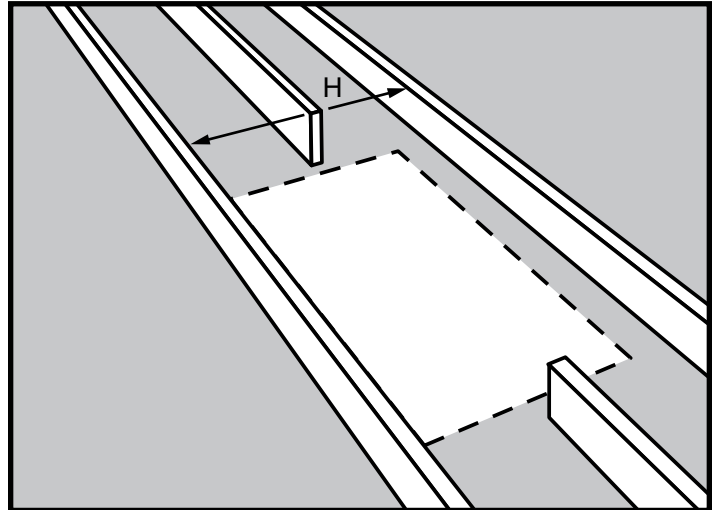

Figura 14
- PASO 1. Mida la longitud "H" del travesaño entre las vigas no-cortadas (Vea la Figura 14).